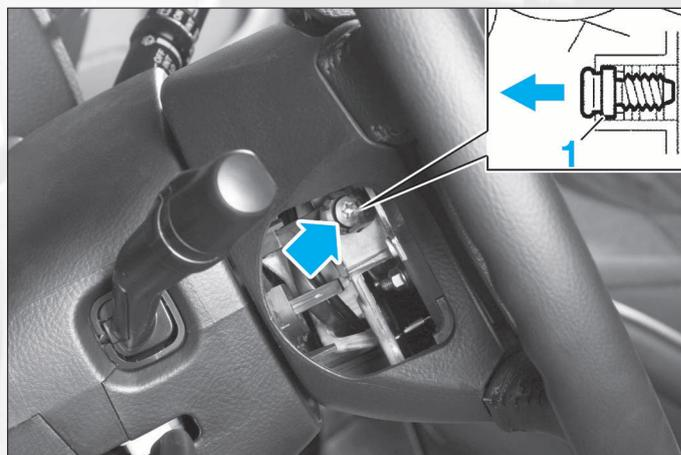

FIG. 1
- Dévisser les 2 vis "Torx" (T30) jusqu'à amener la gorge de la tête de vis au sommet du logement (1) (**fig. 1**).